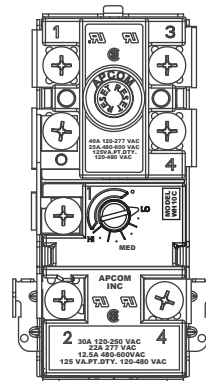
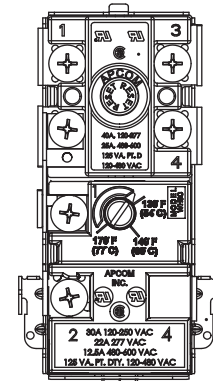
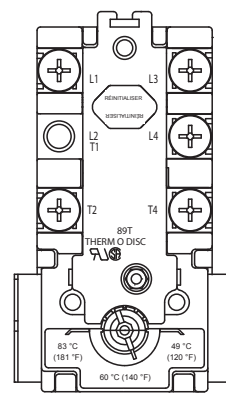
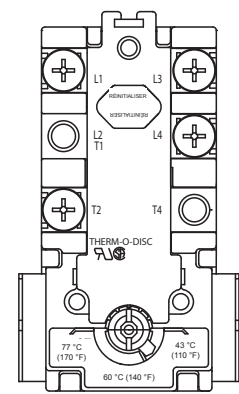

FIGURE 5
FIGURE 6
FIGURE 7
FIGURE 8
3. Appuyer sur le bouton rouge de réinitialisation manuelle sur chaque contrôle combiné Thermostat/ECO. (Voir Figure 5, Figure 6, Figure 7 ou Figure 8)
Les thermostats du circuit A-8 ont trois points de consigne désignés : LO (Bas), MED (Moyen) et HI (Haut) (Voir Figure 5). Les températures équivalentes approximatives pour ces trois réglages sont : LO (Bas) = 60 °C (140 °F), MED (Moyen) = 71 °C (160 °F) et HI (Haut) = 83 °C (181 °F). Ces thermostats sont réglés en usine au réglage LO (Bas) de 60 °C (140 °F). Le dispositif le surchauffe (limiteur ECO) attaché à chaque thermostat a une réinitialisation manuelle. Le thermostat du circuit C-2 est ajustable à partir d'environ 54 °C (130 °F) jusqu'à 77 °C
(170 °F) (Voir Figure 6). Ces thermostats sont réglés en usine à un réglage d'environ 60 °C (140 °F). Le dispositif le surchauffe (limiteur ECO) attaché à chaque thermostat a une réinitialisation manuelle.
Les thermostats du circuit A-8 sont ajustables à partir de 49 °C (120 °F) (réglage le plus bas) jusqu'à 83 °C (181 °F) (réglage le plus élevé) (Voir Figure 7). Le thermostat du circuit C-2 est ajustable à partir d'environ 43 °C (110 °F) jusqu'à 77 °C (170 °F) (Voir Figure 8). Ces thermostats sont réglés en usine à un réglage d'environ 60 °C (140 °F). Le dispositif le surchauffe (limiteur ECO) attaché à chaque thermostat a une réinitialisation manuelle.